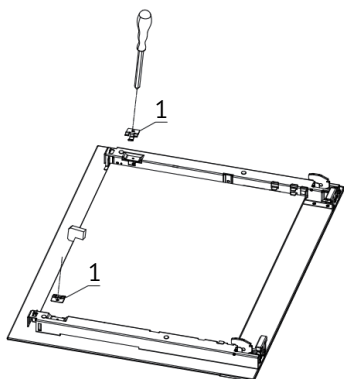

Рис. 5
3. Освободите защелки, фиксирующие внутреннее стекло (рис. 5).